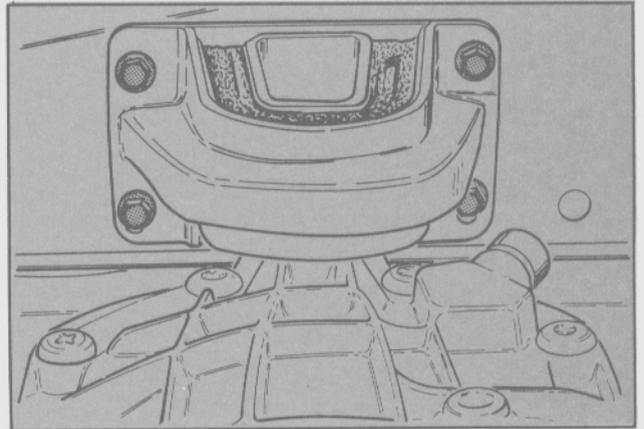

Fig. 10 - Montaje del eje trasero al piso.
- Retirar el montaje trasero del eje al piso (4 tornillos) (Fig. 10).